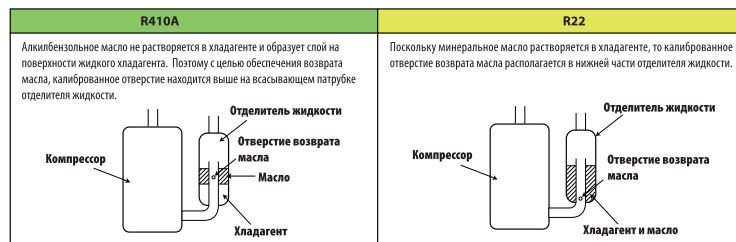

рис. 1
Инженеры Mitsubishi Electric справедливо рассудили, что усложнение монтажа может привести к ухудшению его качества, и нашли способ избежать полного перехода на полиолестерные масла. Оказывается, что алкилбензолное масло еще рано сбрасывать со счетов, и вопреки устоявшемуся мнению вполне возможно использовать несмешиваемое с хладагентом масло. Тем более, что оно имеет всего один недостаток – несмешиваемость, а труднопреодолимых недостатков у полиолестерных масел как минимум два – гигроскопичность и стоимость. Вообще, движение масла по холодильному контуру и возврат его в компрессор обеспечивается в следующих случаях: (1) хладагент и масло смешиваются, (2) установлен сепаратор масла, (3) возврат масла под действием силы тяжести, (4) механическое увлечение масла потоком движущегося хладагента. Последнее явление можно положить в основу систем холодопроизводительностью до 8кВт, которые характеризуются средними значениями длин магистрали. К таким системам относятся кондиционеры бытовой серии, а также «младшие» модификации полупромышленных установок. Удастся подобрать такую скорость движения хладагента в трубопроводах, что обеспечивается нормальный возврат масла в картер компрессора даже при условии его несмешиваемости с фреоном. В системах до 8 кВт на озонобезопасном хладагенте R410A Mitsubishi Electric использует алкилбензолное масло. Таким образом, реализуется возможность установки этих приборов на магистрали хладагента от «старых» кондиционеров, использовавших фреон R22 и минеральное масло. При этом не требуется даже промывка магистралей и не предъявляется никаких особых требований по монтажу новых систем – почти все технологические операции остались без изменений. Компрессор систем специально приспособлен для работы на несмешиваемом с хладагентом R410A алкилбензолном масле. Одна из его особенностей – это расположение отверстия возврата масла в отделителе жидкости, который конструктивно объединен с компрессором (рис. 1). Калиброванное отверстие для возврата масла находится несколько выше, чем у отделителей жидкости для хладагента R22.